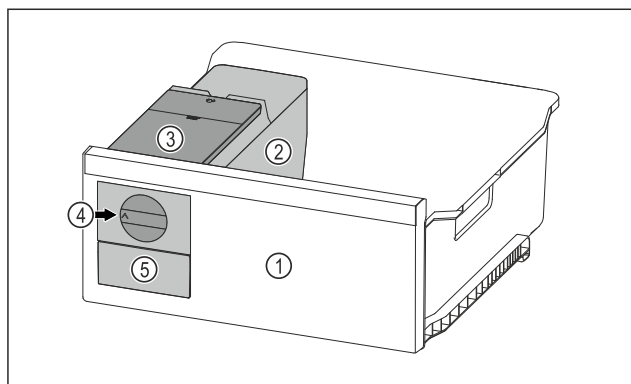

Fig. 148 Représentation à titre d'exemple
- Tourner le bouton rotatif Fig. 148 (4) dans le sens horaire jusqu'à la butée.
- Les glaçons tombent du bac à glaçons dans le tiroir à glaçons Fig. 148 (5).